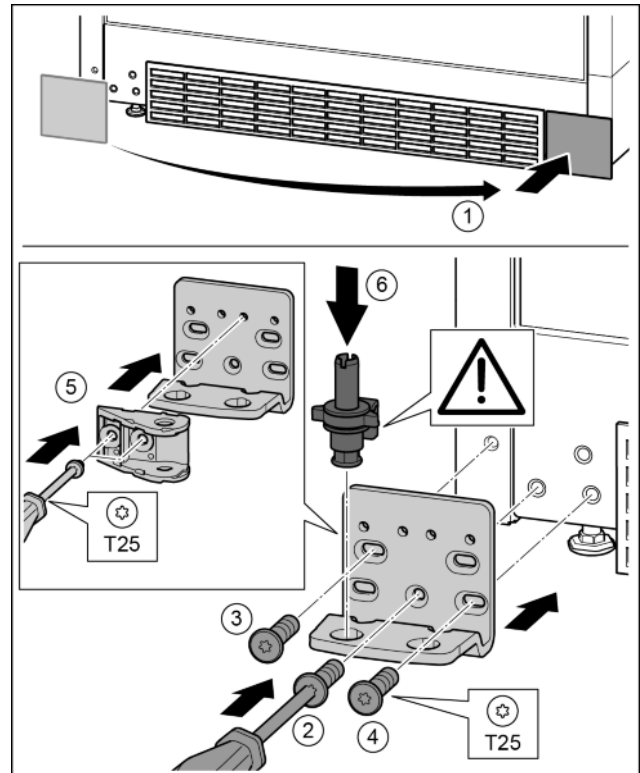

Fig. 34
- ▶ Снять крышку и поставить с другой стороны. Fig. 34 (1)
- ▶ Установить опорный кронштейн с другой стороны и прикрутить с помощью отвертки T25. Начинать с винта 2 в центре. Fig. 34 (2)
- ▶ Затянуть винты 3 и 4. Fig. 34 (3, 4)
- ▶ Повернуть соединительный элемент амортизатора закрывания дверей на 180°. Прикрутить с другой стороны опорного кронштейна с помощью отвертки T25. Fig. 34 (5)
- ▶ Снова установить опорный палец в сборе. При этом следить за тем, чтобы выступ фиксатора был направлен назад. Fig. 34 (6)